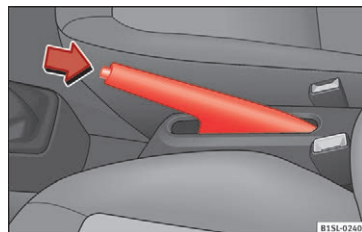

Fig. 146 Mellem forsæderne: håndbremse
- Træk håndbremsearmen en smule opad, og tryk på låseknappen »» **Fig. 146** (pil).